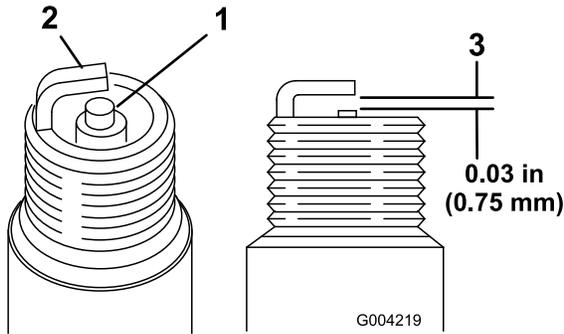

Figure 50
- Examinez le centre des bougies (Figure 50). Si le bec de l'isolateur est recouvert d'un léger dépôt gris ou brun, le moteur fonctionne correctement. S'il est couvert d'un dépôt noir, c'est généralement signe que le filtre à air est encrassé.
2. Contrôlez l'écartement entre l'électrode centrale et l'électrode latérale (Figure 50).
3. Courbez l'électrode latérale (Figure 50) si l'écartement est incorrect.